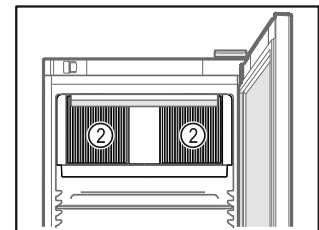

Fig. 61
- ❑ Poskrbite, da prezračevalna reža Fig. 61 (2) ventilatorja krožnega zraka v notranjosti ni zakrita.